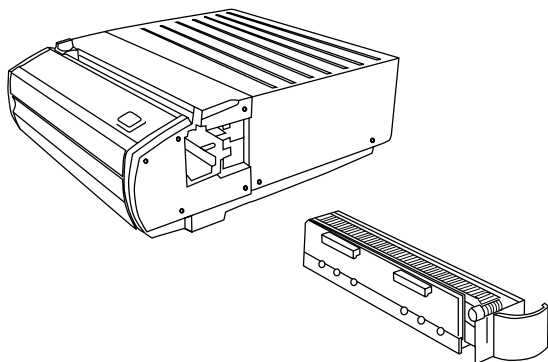

Figure 2
Removing Die Sets from the Machine (Figure 2): The interchangeable die set slot of the **MP2500iX** is located on the right front side of the machine. If a die set "M" is already installed in your **MP2500iX**, you can easily remove the die set by following these instructions:
Step 2: Securely grasp the handle and tug firmly (see Figure 2). This firm tug disengages the Automatic Latching Mechanism, and allows the die set to slide out.
(Abb. 2) Sie finden den Einschub für den auswechselbaren Locherblock an der Vorseite des **MP2500iX**. Ist bereits ein Locherblock "M" im **MP2500iX** installiert, können Sie diesen einfach entfernen. Gehen Sie dabei folgendermaßen vor:
- 2. Schritt:** Halten Sie den Griff fest und ziehen Sie kräftig daran (siehe Abb. 2). Mit einem kräftigen Ruck wird der automatische Verriegelungsmechanismus gelöst, so dass der Locherblock herausgezogen werden kann.
Retrait des ensembles de matrices de la machine : (figure 2) Le logement de l'ensemble matrice interchangeable de la **MP2500iX** est situé sur le côté avant droit de la machine. Si un ensemble matrice "M" est déjà installé dans la **MP2500iX**, il est possible de le retirer facilement en suivant ces instructions :
- Étape 2 :** Bien tenir la poignée et tirer fermement (voir figure 2). Ceci dégage le mécanisme de verrouillage automatique et permet à l'ensemble matrice de coulisser vers l'extérieur.